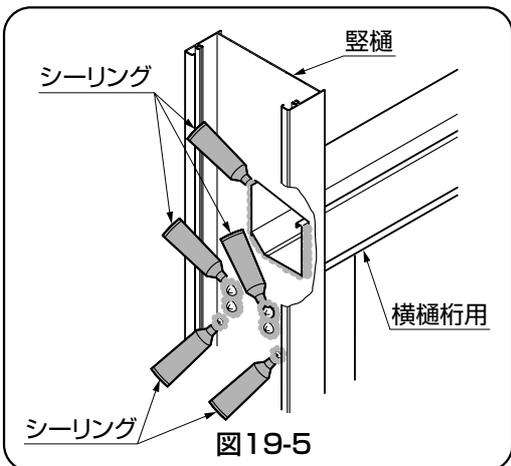

図19-5
- ⑥横樋桁用の端部、主柱上部のネジ部にシーリングをしてください。(図19-5参照)